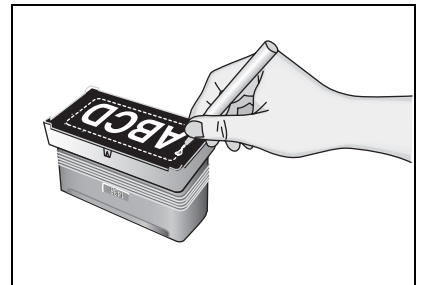

figure 2
- Vous pouvez également utiliser le stylet correcteur pour apporter des corrections si de l'encre s'est écoulée de l'espace entre la zone brillante et la zone non brillante autour de la surface d'impression (voir la figure 2).